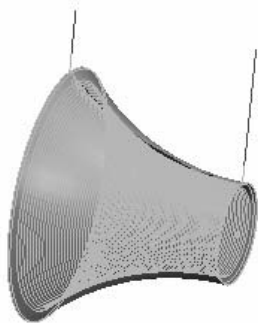

图 4-54 生成刀具轨迹
4) 选择后单击鼠标右键确认,系统开始计算,稍后得出刀具轨迹如图 4-54 所示。